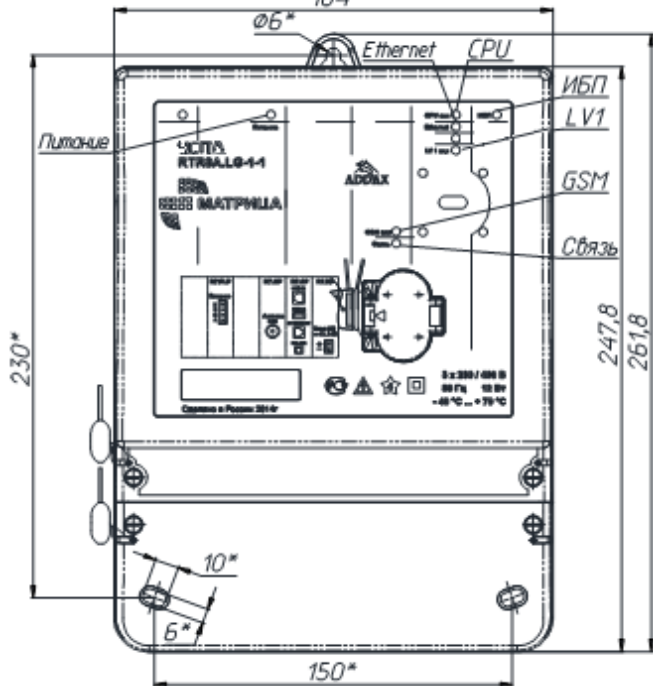

Рисунок 7.1 - Светодиоды индикации
УСПД оснащен светодиодами индикации функционирования (см. рис. 7.1). Индикация событий приведена в таблице 7.
- открыть крышку отсека SIM карты (см. рис.7.1);